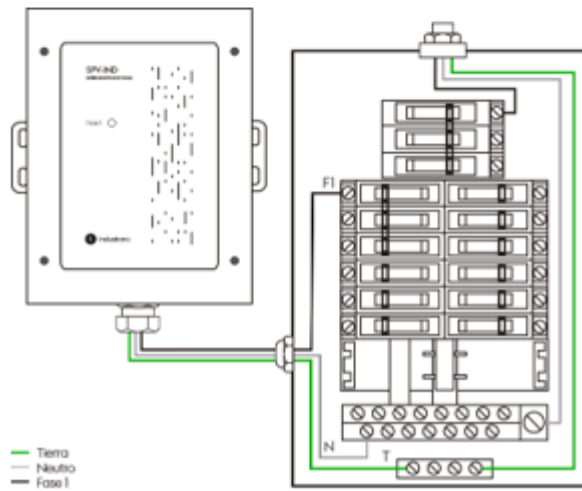

IMAGEN 3
8. Instalación del SPV en tablero eléctrico (Imagen 3).